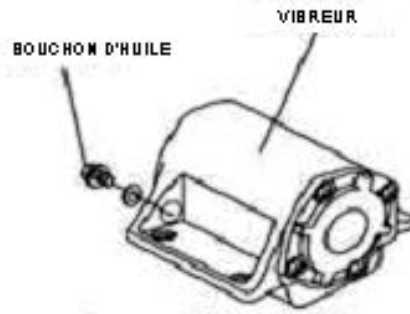

Figure 5. Bouchon d'huile du vibreur
2. Vérifier le niveau du vibreur en retirant le bouchon (jauge d'huile de vibreur) comme indiqué en Figure 5. Le niveau d'huile doit atteindre le bouchon. Le vibreur contient 140 cc (environ 1 pinte). **IMPORTANT :** s'il faut de l'huile, utiliser de l'huile moteur SAE 10W-30.
1. Pour changer l'huile de vibreur, retirer le bouchon de vidange en bas à droite du vibreur (Figure 5) et simplement pencher le vibreur pour vidanger l'huile. Noter que l'huile se vidange plus facilement si elle est chaude. Rappelez-vous de n'utiliser que de l'huile de moteur 10W-30 pour remplacer l'huile de vibreur.